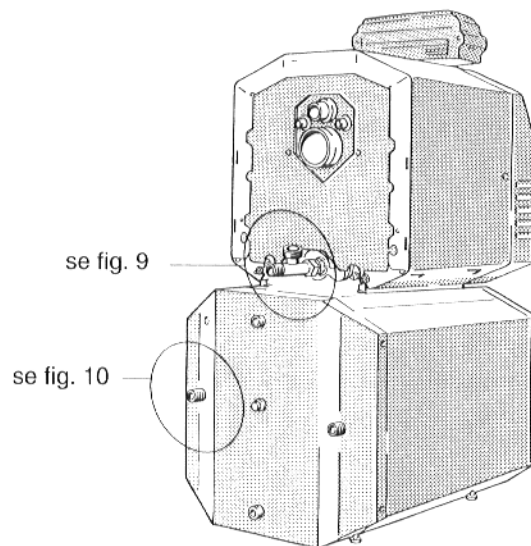
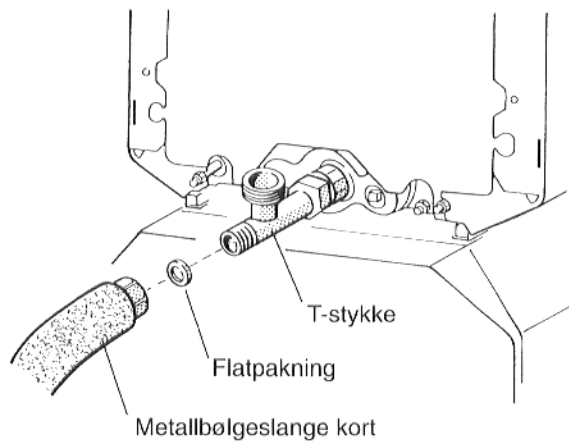
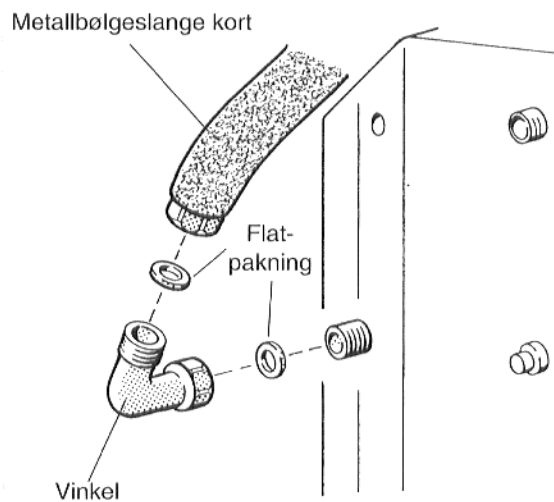

Fig. 8
Fig. 9
Fig. 10
- Flatpakningen legges inn i mutteren til metallbølgeslangen for returledningen (kort) og metallbølgeslangen skrues på bakre utgang til T-stykket (fig. 8 og fig. 9).
- Metallbølgeslangen legges i retning returkopling på varmtvannsberederen og formes tilsvarende på forhånd (fig. 8).
- Flatpakningen legges inn i mutteren til vinkelen og vinkelen skrues løst på bakre utgang til varmtvannsberederen (fig. 10 og fig. 8).
- Flatpakningen legges inn i den andre mutteren til metallbølgeslangen og metallbølgeslangen skrues på vinkelen (fig. 10 og fig. 8).
- Mutteren til vinkelen trekkes til (fig. 10 og fig. 8).